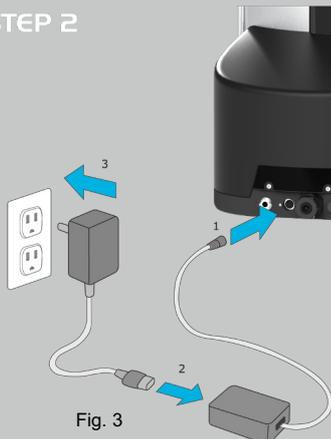

Fig. 3
- 1) Collegare il cavo di alimentazione come mostrato (fig. 3)